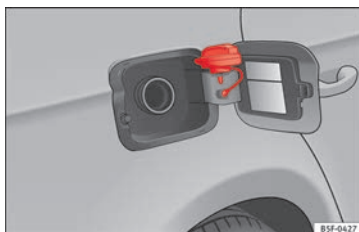

Fig. 58 Tampa do depósito com o tampão encaixado.
- Coloque-a no espaço existente na dobradiça da tampa aberta » **Fig. 58.**